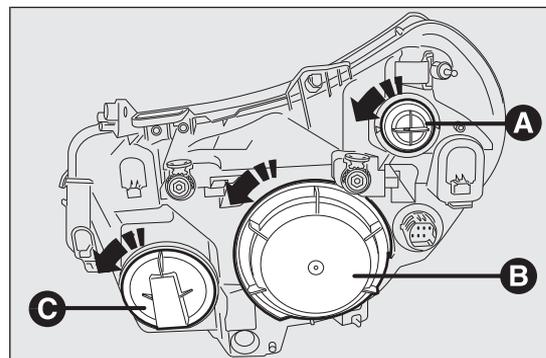

Abb. 189
Um die Lampe der Fernlichter zu wechseln muss der Deckel C Abb. 189 entfernt werden.
Zum Auswechseln der Lampe des Abblend- bzw. Standlichts muss der Deckel B Abb. 189 abgenommen werden.
Zum Auswechseln der Lampe der Fahrtrichtungsanzeiger muss der Lampenhalter A Abb. 189 abgenommen werden.
- Die Schutzabdeckung B Abb. 189 entfernen, indem er entgegen dem Uhrzeigersinn gedreht wird;
- den Schutzdeckel B Abb. 189 durch Drehen im Uhrzeigersinn wieder einsetzen und sich vom ordnungsgemäßen Einrasten überzeugen.
- Die Schutzkappe C Abb. 189 durch Drehen gegen den Uhrzeigersinn abnehmen;
- den Schutzdeckel C Abb. 189 durch Drehen im Uhrzeigersinn wieder einsetzen und sich vom ordnungsgemäßen Einrasten überzeugen.